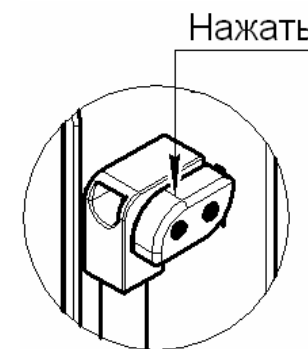

Рис.6
7.4 Когда, при достижении заданной температуры воздуха в камере сигнальные лампы погаснут, откройте дверку, нажав на кнопку (рис.6) и установите противни или другие ёмкости с продуктами на нужный уровень (1-ый уровень – под камеры; 2, 3 и 4-ый уровни – на направляющие). Закройте дверку.